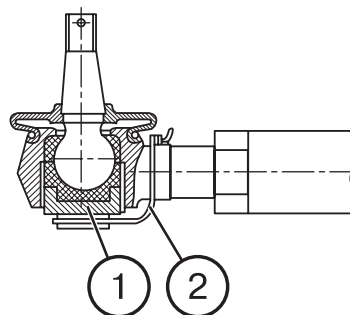

Рис. 58.
- отсоедините контрольную проволоку (2) (рис. 58) от наконечника (3);
- заверните гаечным ключом пробку (1) так, чтобы устранить зазор в шарнирном соединении;